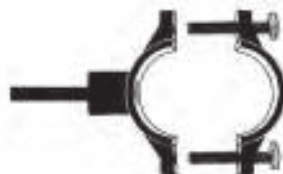

Рис. 13
2. Наклейте уплотнитель на внутреннюю сторону скобы дренажного хомута с подключением. Вставьте трубку в скобу хомута (**рис. 13**).